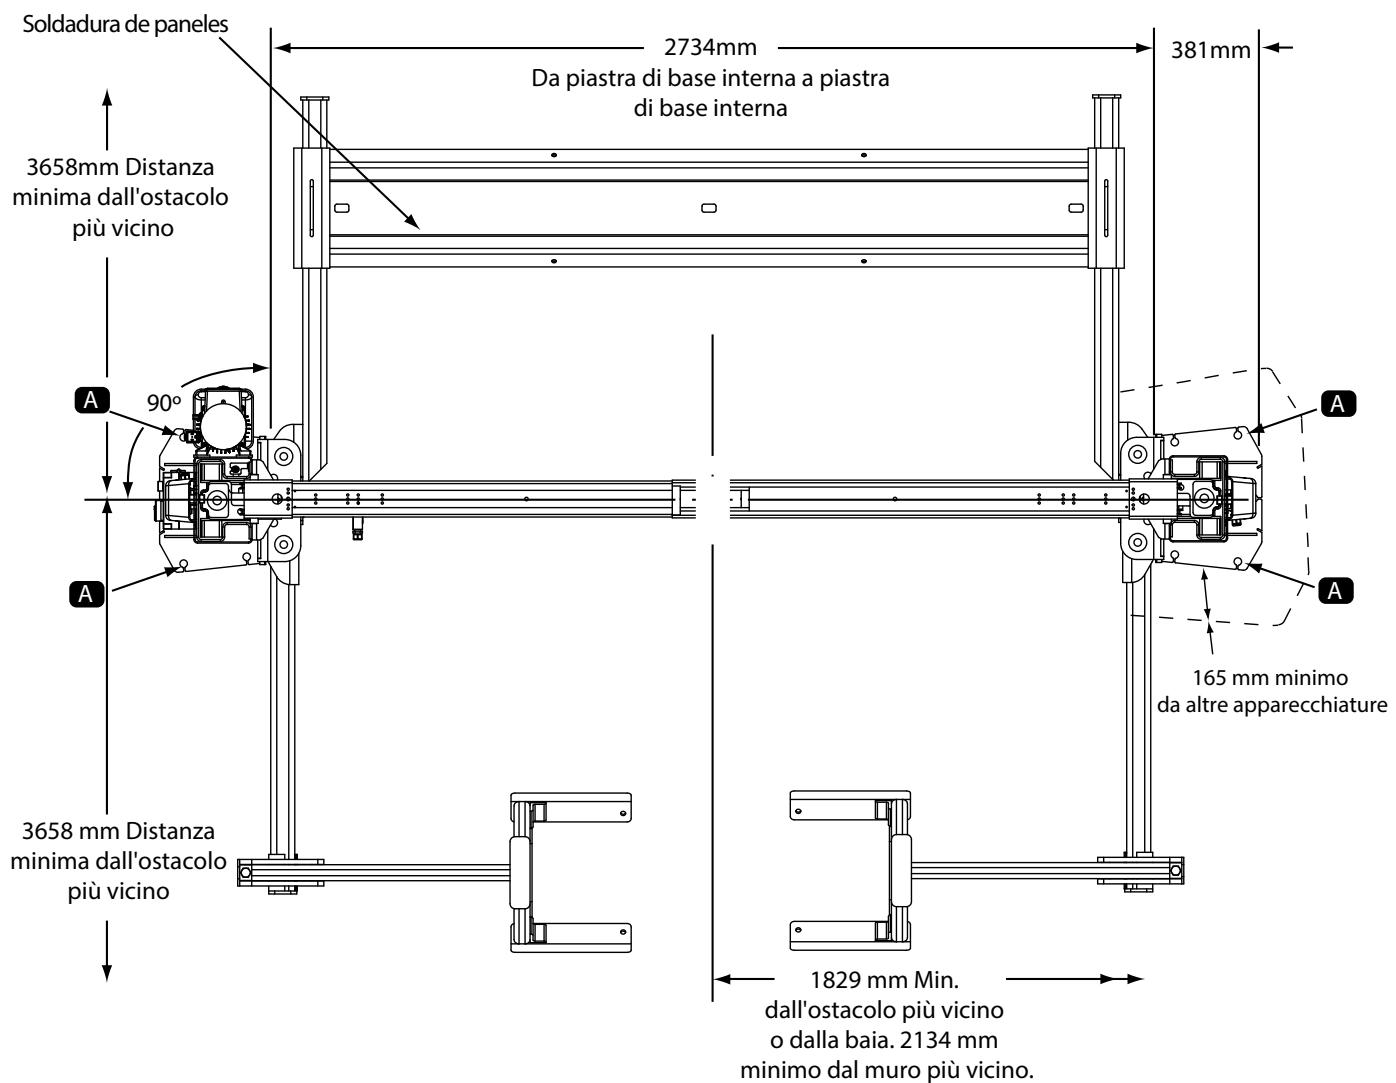

Fig. 1
Utilizzare la planimetria degli architetti, se disponibile, per posizionare il sollevatore. La Fig. 1 mostra le dimensioni di una tipica disposizione della baia.
Posizionare le colonne nella baia secondo le dimensioni indicate nella Fig. 1. Con la colonna appoggiata sul pavimento, due persone possono sollevare la parte superiore della colonna e camminare verso la base. Quando la colonna si avvicina alla verticale, una delle due persone deve spostarsi sul lato opposto della colonna e assistere nell'appoggiare lentamente la colonna sulla sua base. Entrambe le piastre di base della colonna devono essere allineate alla linea centrale del sollevatore. Le tacche sono incise su ciascuna piastra di base per indicare la linea centrale del sollevatore. Utilizzando l'attrezzatura appropriata, sollevare il carrello fino alla prima posizione di bloccaggio. Assicurarsi che il fermo di bloccaggio sia saldamente innestato.
- 5c.** Per assicurarsi che i binari destro e sinistro siano paralleli, installare la saldatura del pannello, Fig. 1, a un'estremità e farla scorrere verso il carrello. Se il piatto si blocca durante lo scorrimento, è possibile che i binari non siano allineati. Ricontrollare. Una volta che le colonne sono in posizione con le rotaie parallele, forare e ancorare le colonne utilizzando SOLO i punti di ancoraggio d'angolo indicati nella Fig.1 con la lettera (A) utilizzando le procedure di foratura e ancoraggio appropriate (vedere la Sezione 6a **Calcestruzzo e ancoraggio**). Dopo che entrambe le colonne sono state ancorate, è possibile rimuovere la saldatura del pannello e i binari per completare l'installazione dell'ascensore. Completare la foratura e l'ancoraggio degli ancoraggi rimanenti, vedere la sezione 6a.